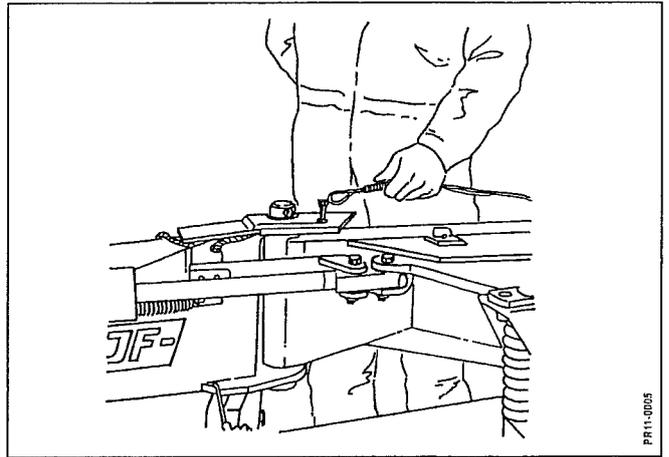

Fig. 2-4
- Fig. 2-4:** Fixer le crochet du ressort sur la butée.